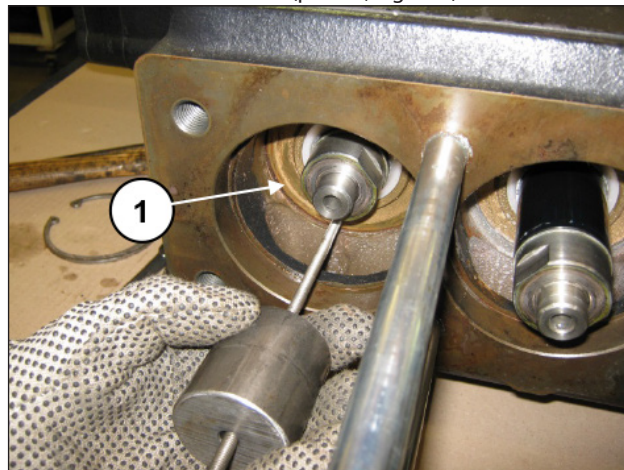

Fig. 111
Estrarre il supporto raschiatore. Per agevolare l'estrazione è possibile utilizzare i fori frontali M5 per applicare un'asta filettata con massa battente (pos. ①, Fig. 111).